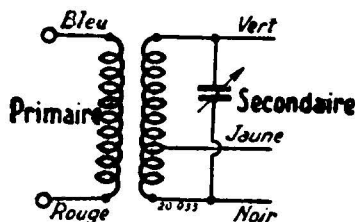

FIG. 1. — Couleurs norm. es des fils de sortie d'un transformateur HF ou MF.
Ces couleurs sont, soit celles du guipage des fils, soit celle de la peinture qui recouvre les cosses (fig. 1).
Le Clystron représenté par la figure 1 a la forme d'un cylindre fendu. Au centre se trouve un filament émissif (F) chauffé par un courant